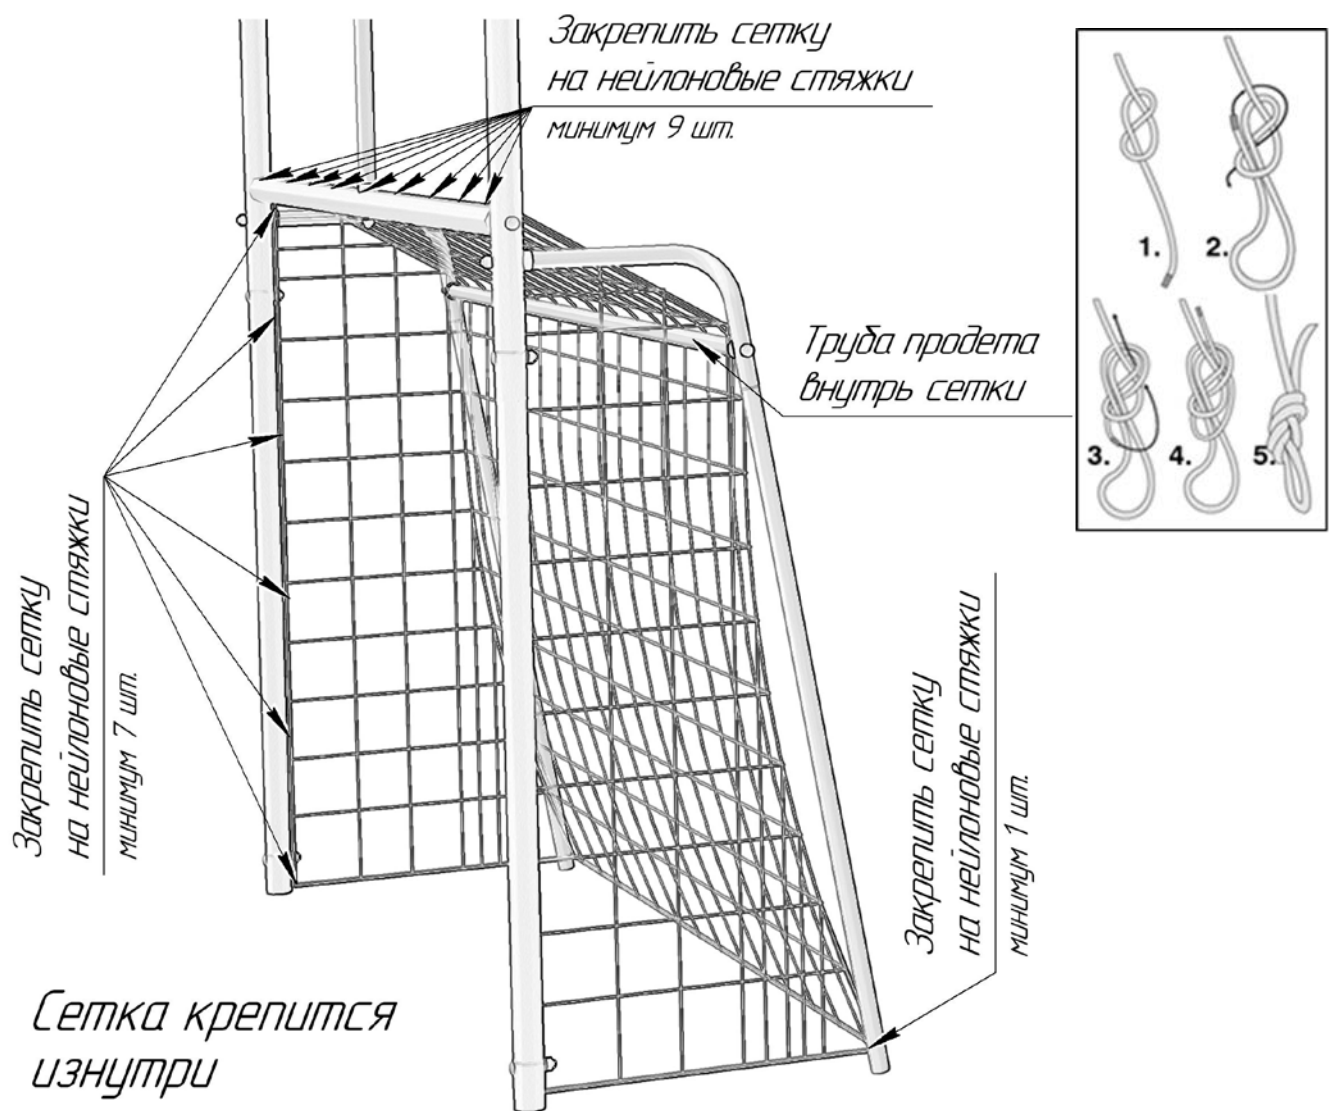

Рис.6
Установите сетку для ворот (30) при помощи нейлоновых хомутов (Рис.6).